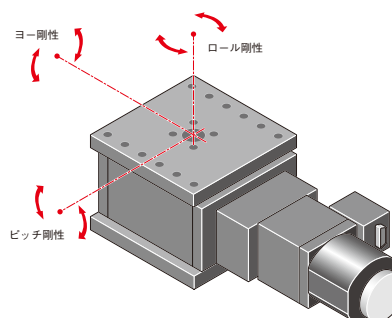

図3-16-2 モーメント剛性
3.16-2 Z昇降ステージのモーメント剛性[図3-16-2]